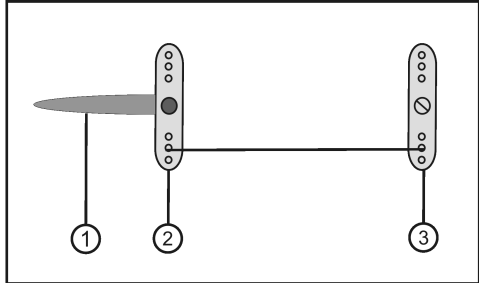
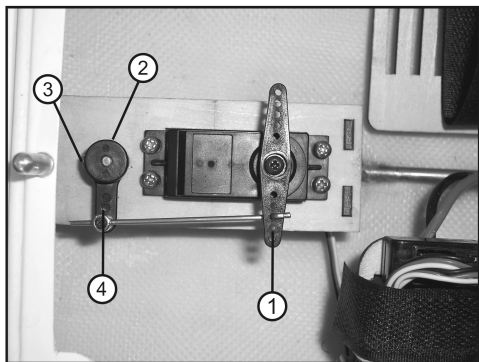

Bild 3a
Bild 3c
- In Bild 3a sehen Sie symbolisch dargestellt das Ruder (1), den Ruderanlenkhebel (2) und den Servoanlenkhebel (3).
- Haken Sie das „Z“ des Anlenkgestänges in den Servoanlenkhebel des Servos (Bild 3c, Pos. 1).
Setzen Sie den Ruderanlenkhebel (Bild 3c, Pos. 2) wie in Bild 3c gezeigt auf das Rudergestänge.
- Richten Sie das Ruder, den Ruderanlenkhebel und den Servoanlenkhebel (siehe Bild 3c) wie in Bild 3a zu sehen aus.
Befestigen Sie den Ruderanlenkhebel mit einem Innensechskantschlüssel am Rudergestänge (Bild 3c, Pos. 3).
Längen Sie das Anlenkgestänge am Gestängeanschluss (Bild 3c, Pos 4) in der Art ab, dass eine wie in Bild 3a aufgezeigte Anlenkung erfolgen kann.